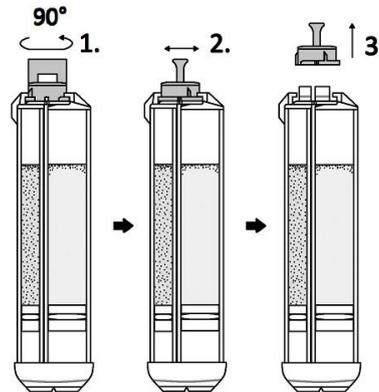

Fig. 3
3. Sostenga la jeringa firmemente con la punta hacia arriba, gire el tapón 90° en sentido contrario a las agujas del reloj y retire el tapón balanceándolo de lado a lado (fig. 3).